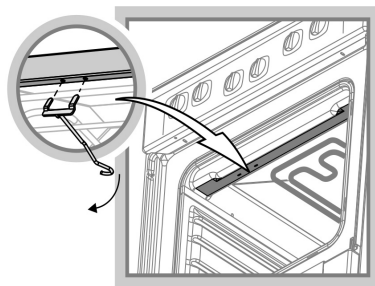

Рис. 18
- Повесить крючок (рис. 18)
- Установите крючок, для чего вставьте «усы» крючка в пазы верхней полки проема духовки и опустите крючок вниз (рис. 18).